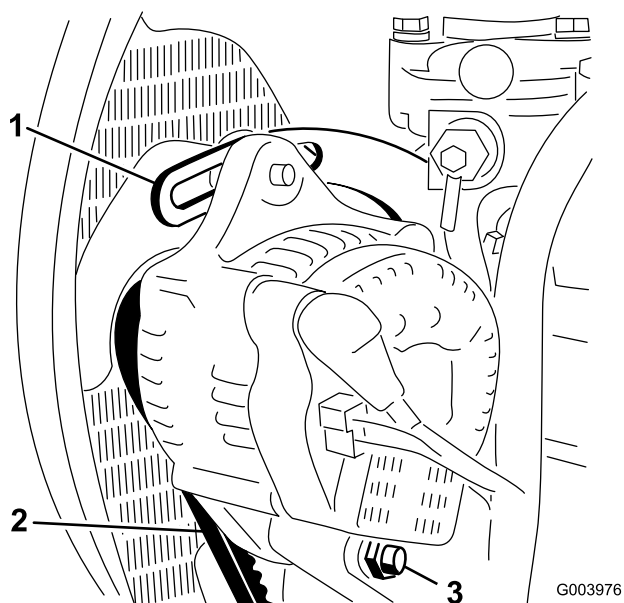

Figure 74
2. Contrôlez la tension de la courroie d'alternateur (Figure 74) en exerçant une force de 10 kg (22 lb) à mi-distance entre les poulies d'alternateur et de vilebrequin.
3. Desserrez le boulon de fixation du renfort au moteur (Figure 74), le boulon de fixation de l'alternateur au renfort et le boulon de pivot.